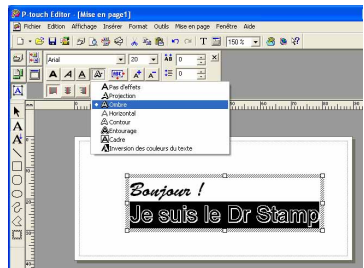

figure 6
- 2 Sélectionnez le style souhaité dans Propriétés du texte (voir la figure 6).